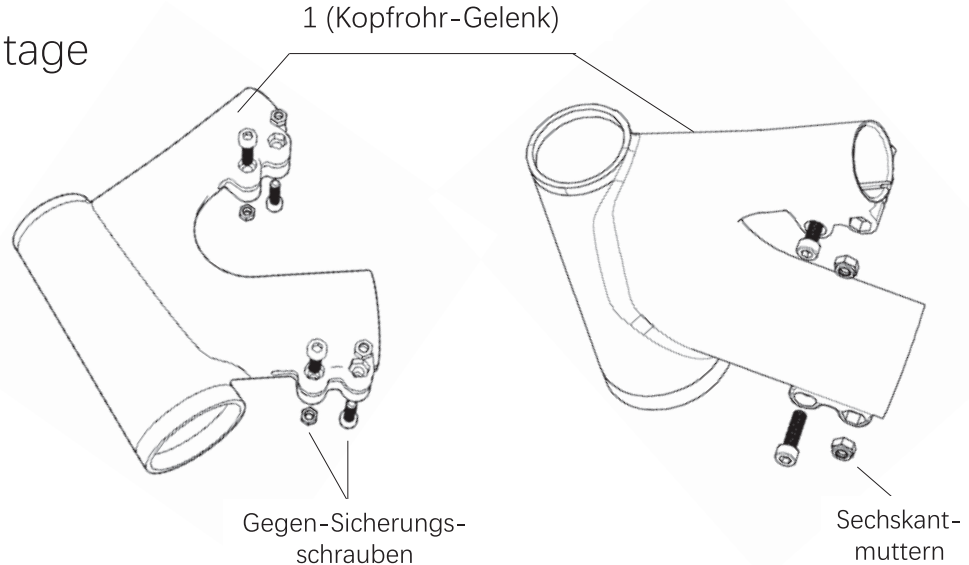

Abb. 0
4. Bitte achten Sie genau auf die Einbaurichtung der vorinstallierten Sicherungsschrauben an Teil 1, Teil 4 und Teil 5. Sollten sie während des Einbaus herausfallen, drehen Sie sie bitte in der in Abb. 0 gezeigten Richtung wieder ein.
Beachten Sie, dass die Abschrägung der Sechskantmutter nach außen zeigt, wie in Abb. 0 gezeigt.